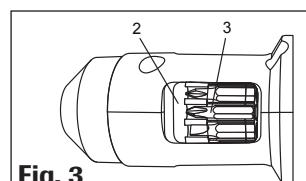

Fig. 3
2. Gire el almacén (2) hasta la broca deseada (3). En la ventana de ampliación puede comprobar si ha elegido la broca correcta. (Fig. 3)